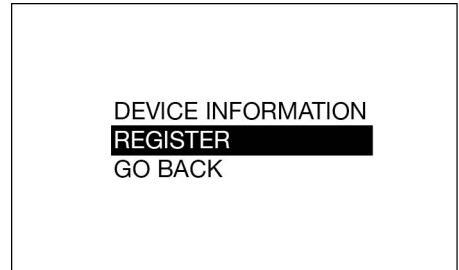

Fig. 12
3. En la pantalla SET-UP, use las flechas ARRIBA y ABAJO del panel de navegación para seleccionar la opción REGISTER (Registro) (Fig. 12).